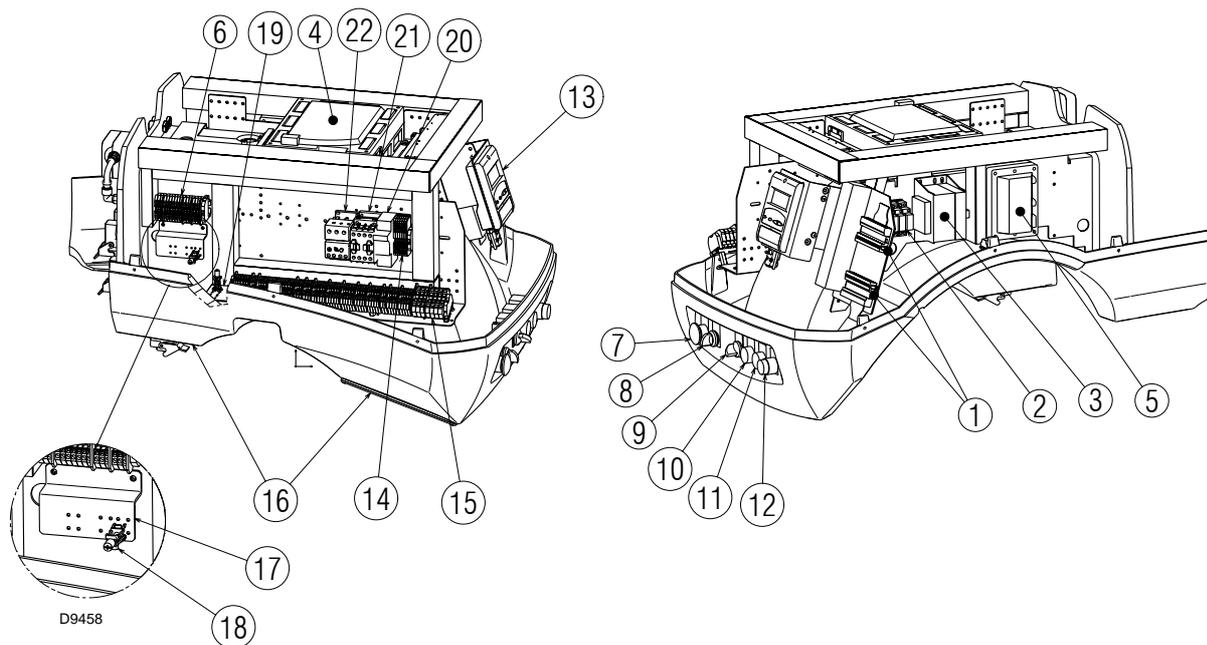

Fig. 6
- **Blocco apparecchiatura:** l'accensione del pulsante (**led rosso**) dell'apparecchiatura 12)(Fig. 6) avverte che il bruciatore è in blocco. Per sbloccare premere il pulsante 12)(Fig. 6).